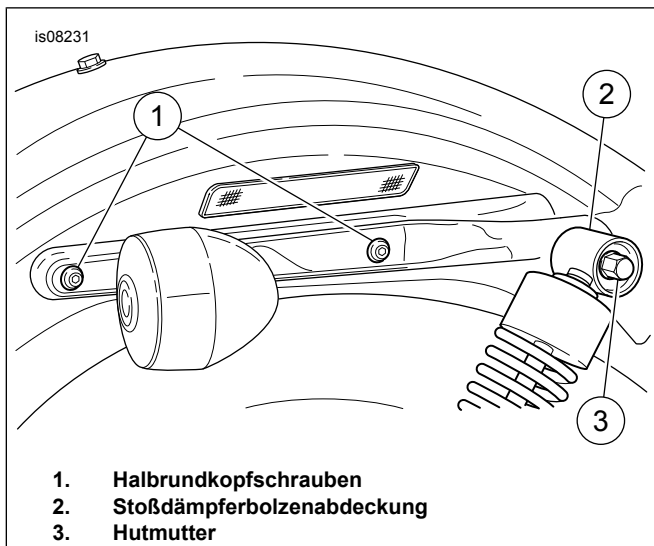

Abbildung 9. Hinterrad-Schutzblechstütze
4. Siehe Abbildung 9. Die Halbrundkopfschrauben und Sicherungsmuttern entfernen, mit denen die Schutzblechstützenabdeckung am Rahmen befestigt ist. (Wenn Sie ein Hugger-Modell mit Soziusbügel besitzen, kann es sein, dass eine dieser Schrauben und Sicherungsmuttern bereits entfernt wurde.) Die Befestigungsteile für den späteren Wiedereinbau aufbewahren.